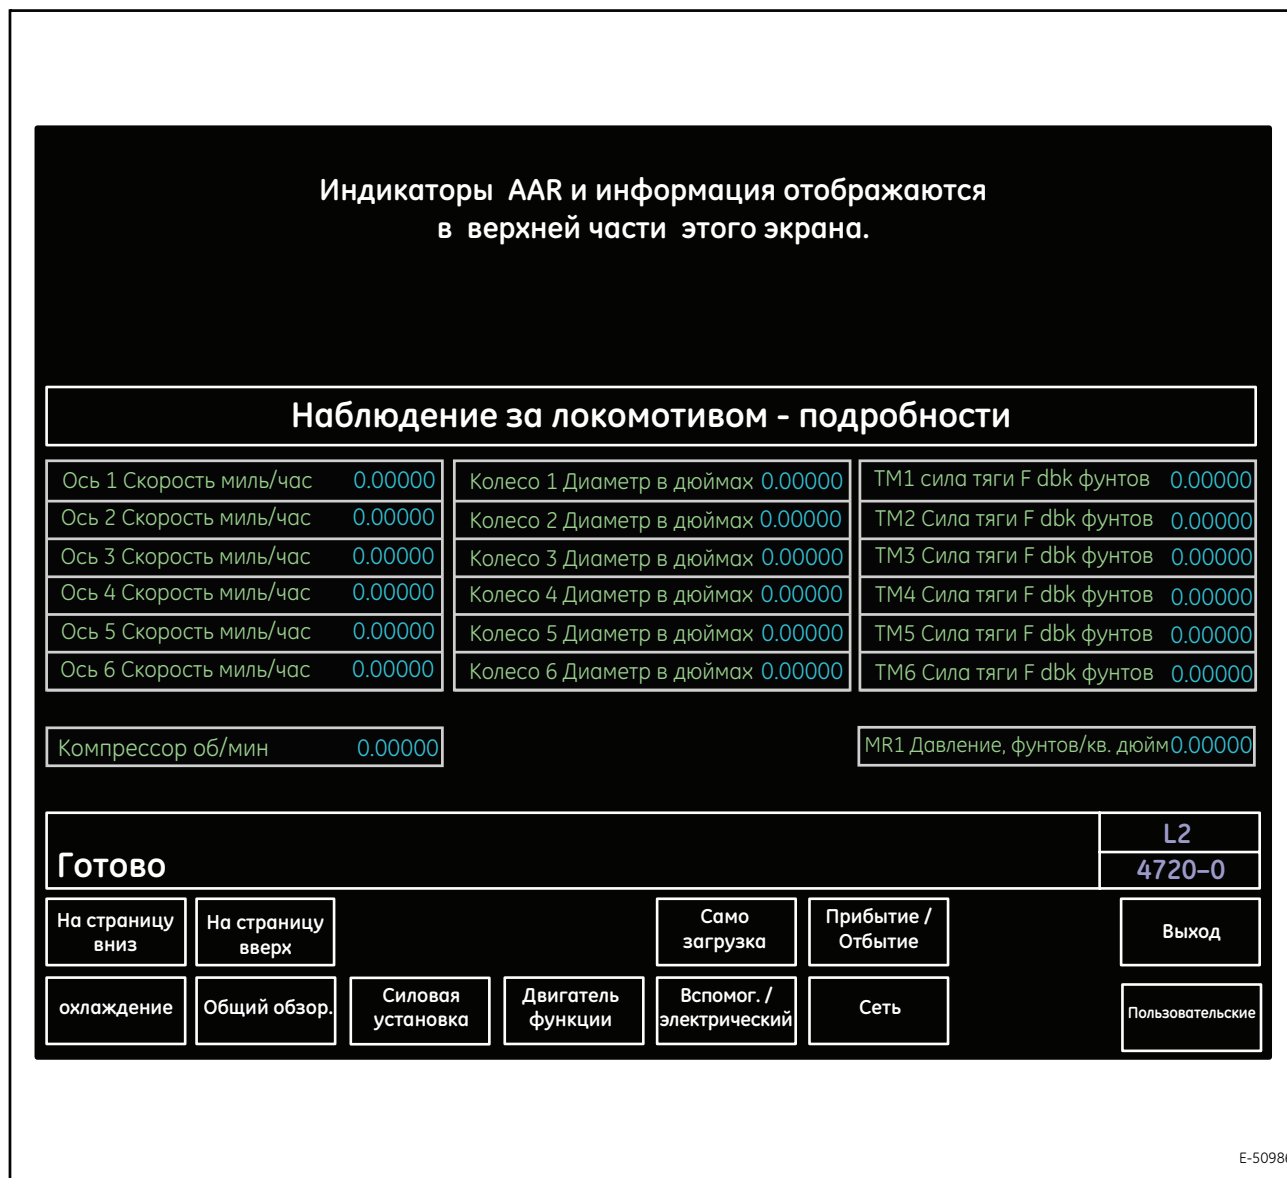

Рисунок 23. Типовой экран подробностей контроля локомотива (4720-0)
5. Сенсорная клавиша 7 (**Details**) (Подробности) - отображает экран контроля локомотива – экран подробностей (4720-0, Рисунок 23). На экране отображается и постоянно обновляется заранее определенный набор параметров, характеризующих общее состояние локомотива. Дополнительные сведения см. в разделе 3.6.1.3., **КОНТРОЛЬ ЛОКОМОТИВА – ПОДРОБНОСТИ** настоящей публикации.
На экране подробностей контроля локомотива (4720-0, Рисунок 23) отображается заранее определенный набор параметров, имеющих значение для общих эксплуатационных характеристик локомотива. Выполняя эту операцию, соблюдайте *процедуры эксплуатации железной дороги*. Активные сенсорные клавиши и краткое описание их назначения: